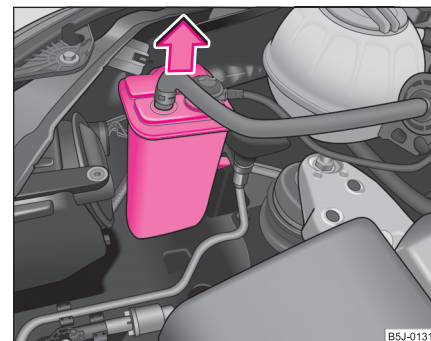

Fig. 184 Scoaterea rezervorului de cărbune activ
- La autovehiculele cu motor pe benzină, înainte de înlocuirea becurilor din farul dreapta față, scoateți rezervorul de cărbune activ ⇒ pagina 255, fig. 184.